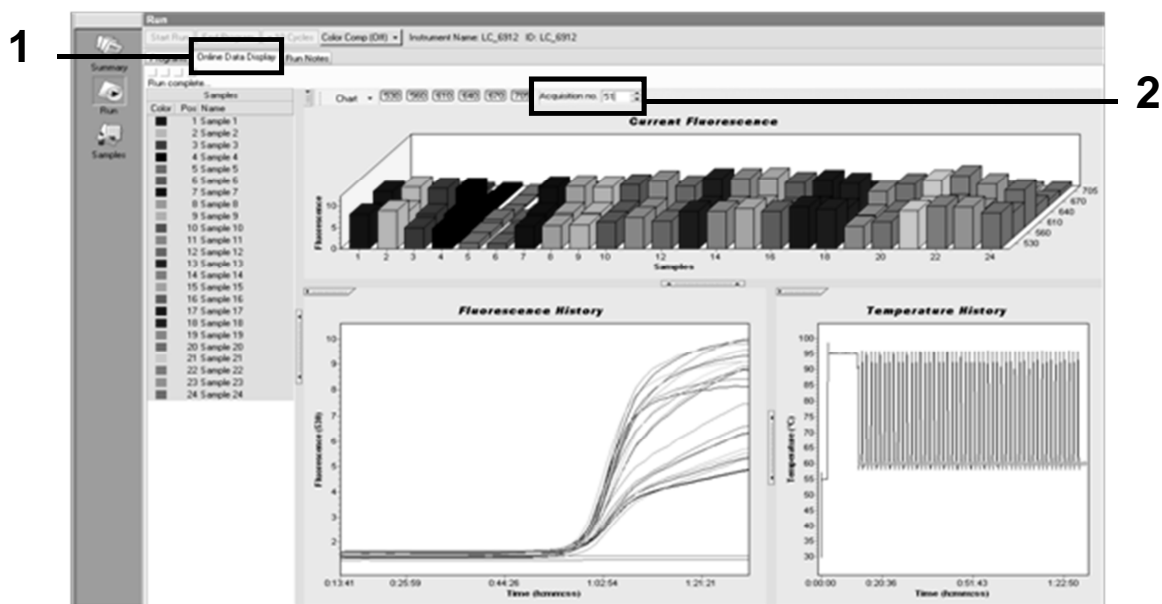

Figure 29. Résultats et historique dans « Online Data Display » (Affichage des données en ligne)
11. À la fin de l'étape d'amplification, cliquer sur l'onglet « Online Data Display » (Affichage des données en ligne, figure 29). Ouvrir le menu d'affichage en haut à gauche de la fenêtre « Current Fluorescence » (Fluorescence actuelle), puis noter 51 dans « Acquisition no » (Numéro d'acquisition).